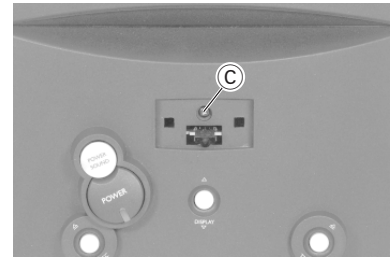

Fig. 3
- Die Schraube **C** herausschrauben (Fig. 3).
- Undo screw **C** (Fig. 3).